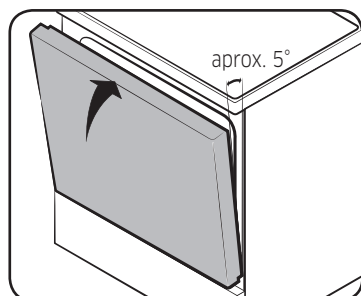

Fig. 1
- Cierre la puerta hasta la posición de remoción, que es a aproximadamente 5 grados de la posición vertical (Fig. 1).